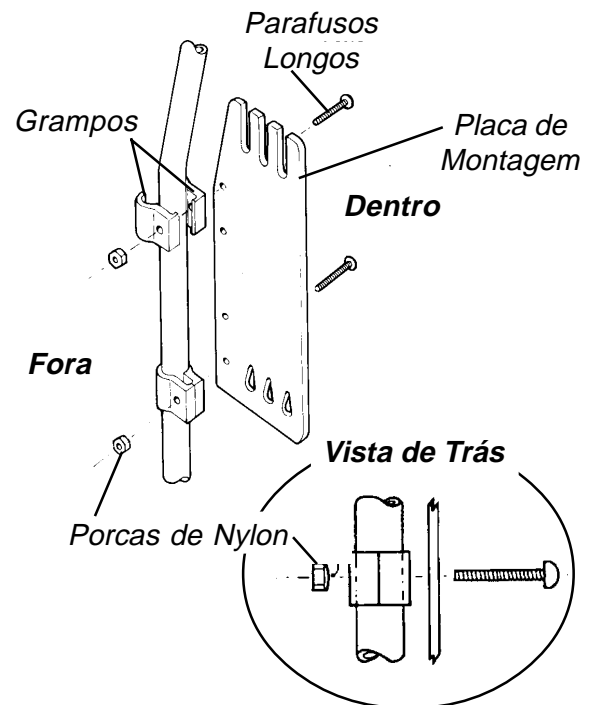

FIGURA 2 - INSTALAÇÃO EM CADEIRAS COM BENGALAS DE 25MM DE DIÂMETRO
### Instalação em Cadeiras com Bengalas de 25mm de diâmetro (Figura 2)
- Inserir dois parafusos longos (a partir do interior) nos furos da placa de montagem e, depois pelos grampos. Ver FIGURA 2.